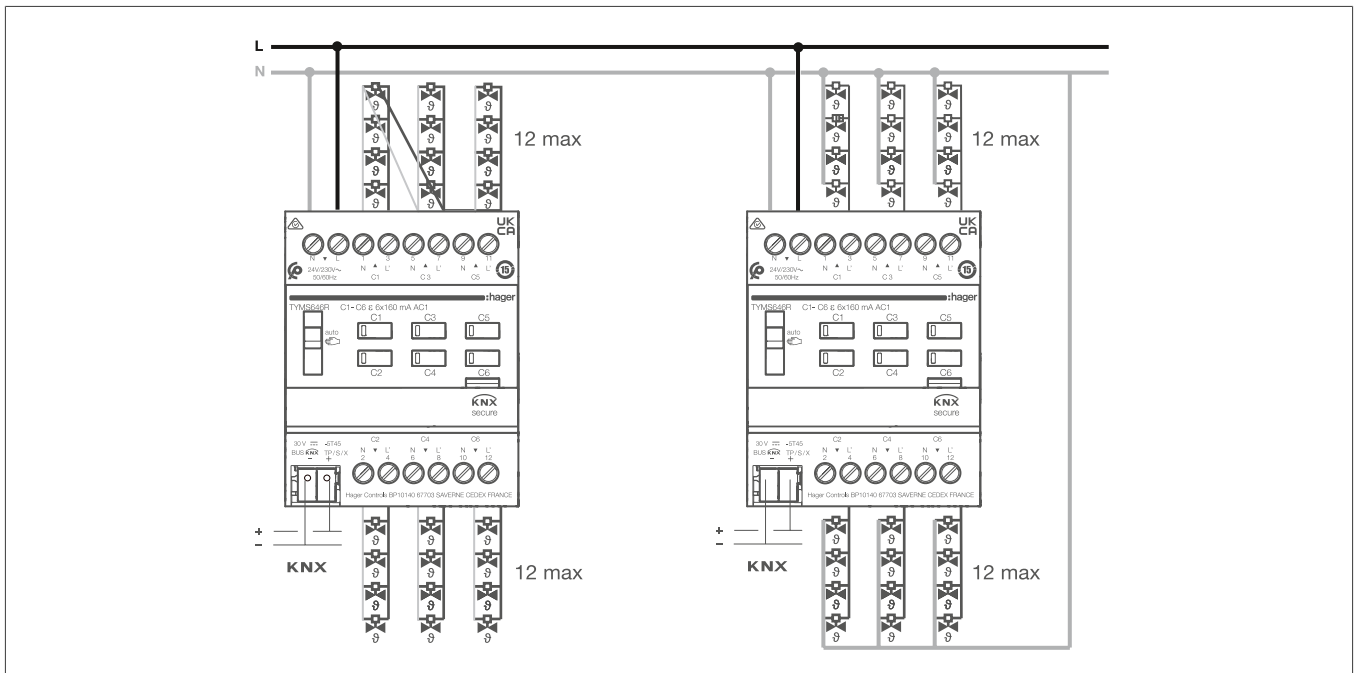

Bild 4: Anschlussplan für Stellantriebe 230 V~ Spannungsversorgung
- 1 Stellantriebe AC 230 V gemäß Anschlussplan ((Bild 4: Anschlussplan für Stellantriebe 230 V~ Spannungsversorgung)) an das Gerät anschließen.